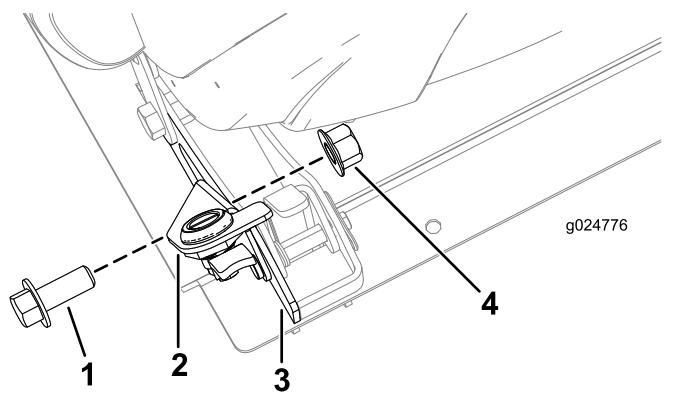

Bild 25
9. Befestigen Sie die Sperrhalterung mit der Sechskantschraube (12 mm x 20 mm) und der Sicherungsmutter (12 mm) an der äußeren Sitzverstärkung, wie in **Bild 25** abgebildet.